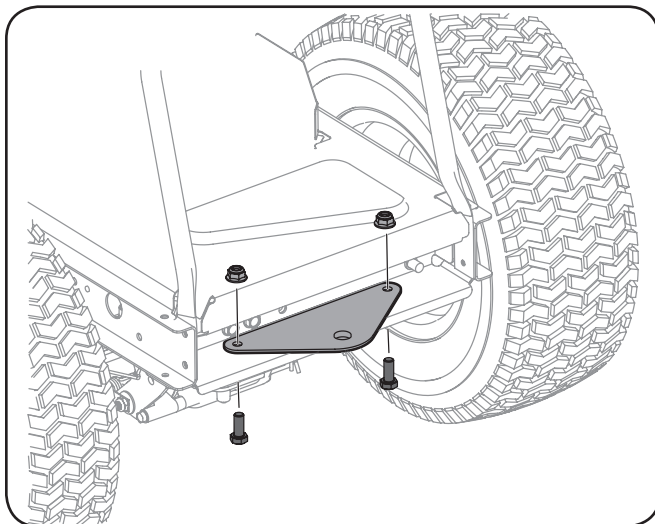

Figure 3-11
1. Retirez la quincaillerie de montage installée à l'arrière du tracteur. Voir Figure 3-11.
2. Placez la plaque d'attelage avec le côté plat tourné vers le haut et fixez-la avec les deux boulons et les deux écrous retirés à l'étape précédente. Voir Figure 3-11.